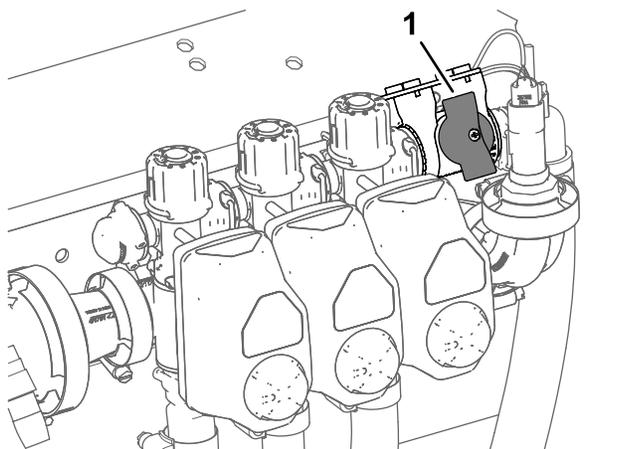

図 45
4. 散布率モードで使用している車両の場合は、個別ブームバイパス停止バルブのノブが閉まっていることを確認する **図 45**。
5. 散布率モードで使用している車両の場合は、個別ブームバイパス停止バルブが閉じていることを確認する **図 45**。